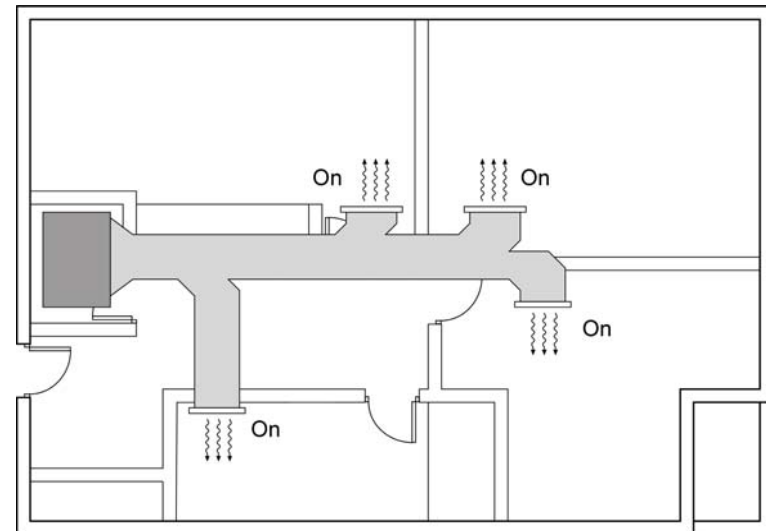

Fig. 5
- 2) Con todas las Zonas en Demanda (abiertas), mida la velocidad de impulsión del aire en todas las salidas y compruebe que está entre 2'0 m/s y 4'2 m/s (Ver Fig. 5).
- 2) With every zone under demand (open), measure the outlet air speed checking that is within range from 2'0 m/s and 4'2 m/s (See Fig. 5).
- 2) Mettre toutes les zones en demande (ouvertes), mesurer la vitesse de soufflage de l'air au niveau de toutes les bouches et vérifier qu'elle soit comprise entre 2,0 et 4,2 m/s (Voir Fig. 5).
- 2) Con tutte le zone in regime di domanda (aperte), misurare la velocità dell'aria in uscita da tutti i terminali e verificare che sia compresa o il più vicino possibile compresa tra i 2,0 e i 4,2 m/s (Vedere Fig. 5).